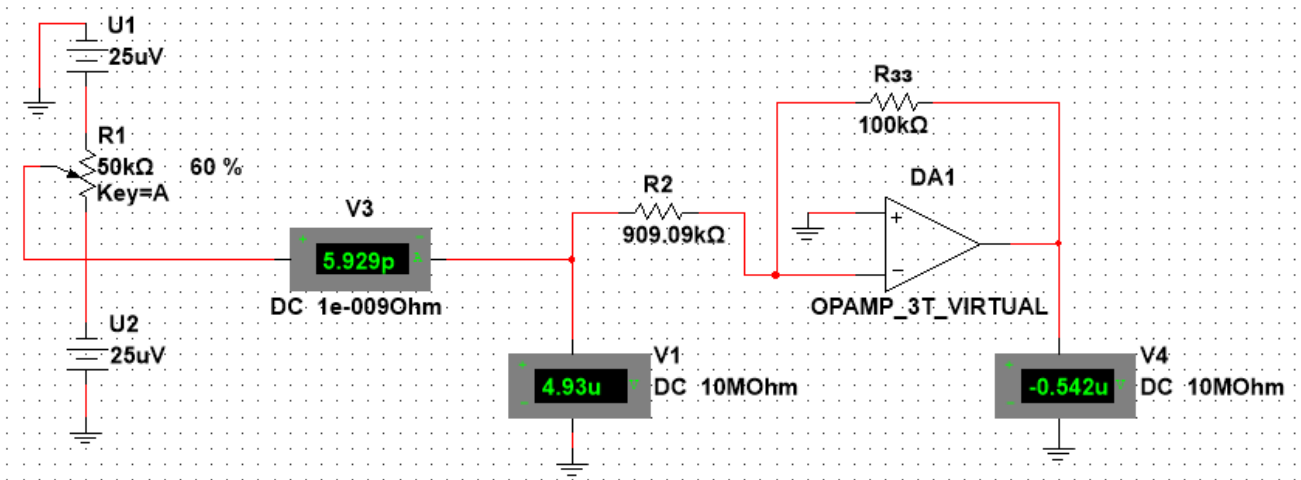

Рисунок 9.2
2.1 Зберіть схему з ОП, наведену на рис. 9.2.
2.3 Виміряйте величини струмів і напруг у всіх ланцюгах і точках схеми (рис. 9.2). Особливу увагу зверніть на величини струмів і напруг в підсумовуючій точці підсилювача і на неінвертуючому вході.
3. Призначення резистора $R_{зз}$ в схемі на рис. 9.2 та як буде працювати схема при його відсутності?